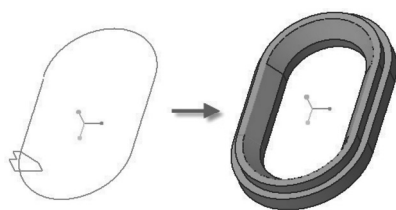

图 4-45 具有闭合轨迹的实体扫描
- 创建具有闭合轨迹的实体扫描，其截面必须闭合，此类示例如图 4-45 所示。